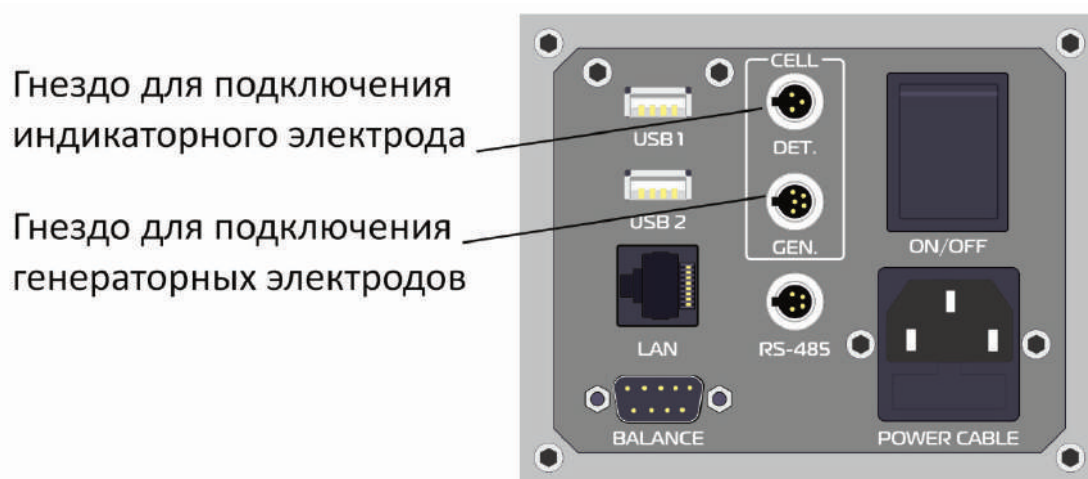

Рисунок 5
- Подключите разъемы генераторных и индикаторного электродов к соответствующим гнездам прибора (Рисунок 5).